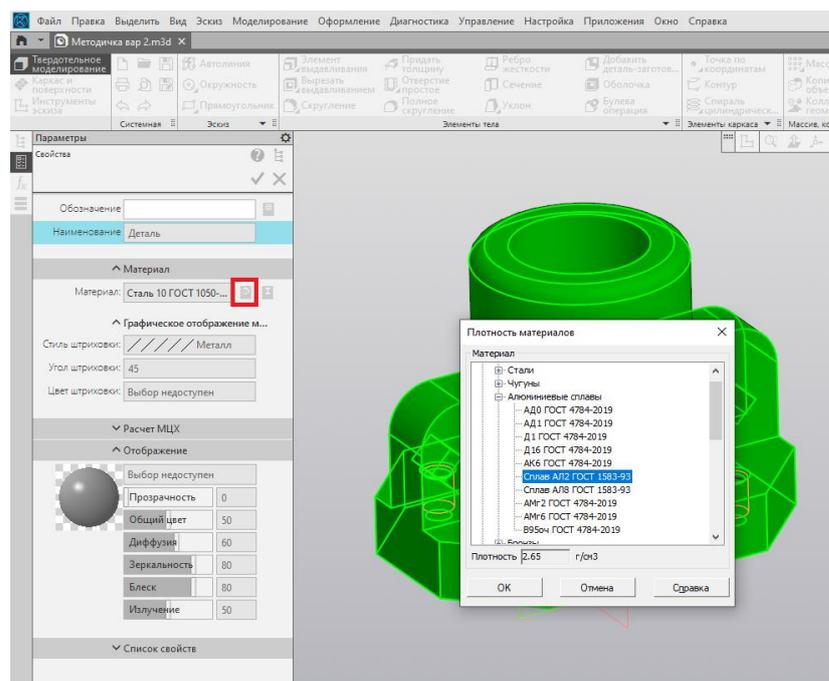

Рис. 118
2. Из библиотеки материалов выбираем необходимый материал (рис. 118).